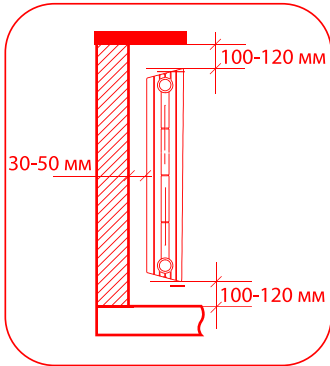

рис. 1
1. Для эффективной работы радиатора необходимо соблюдать монтажные требования, указанные на рис.1